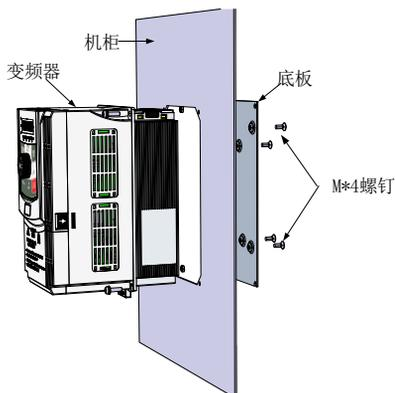

图3-3. CM530H-4T变频器塑胶结构7.5kW以下穿墙式安装图 (不包含版本B款和版本C款)
- 2) 将变频器置入已按尺寸开好安装孔的机柜, 并用M6的螺钉和螺母固定; 具体见图3-3 CM530H变频器塑胶结构穿墙式安装图。